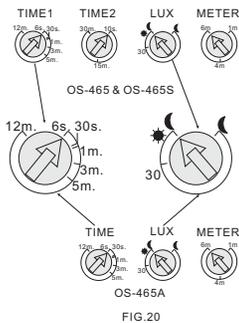

FIG. 20
A. Ajuste de LUX, METER, TIME (Ver FIG. 20)